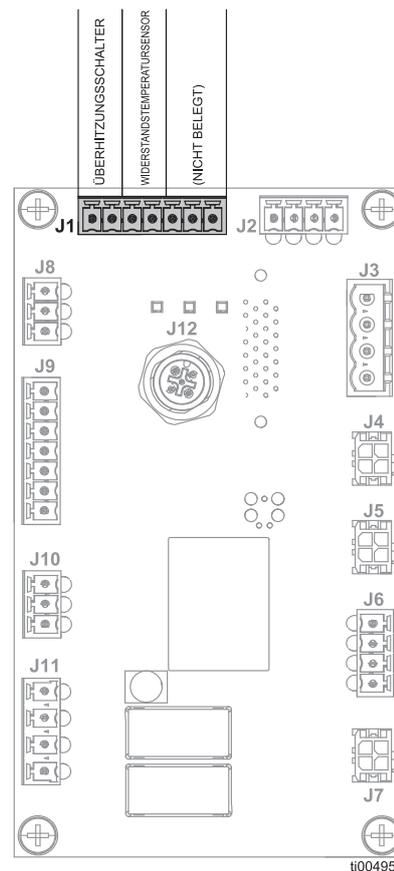

ABB. 73: Schmelzer-Steueranschlüsse (J1)
4. Einzelheiten zur Verdrahtung, siehe ABB. 73 und **Stromlaufpläne**, Seite 105.
- b. RTD-Kabel aus Schaltkasten-Tülle (210) abziehen.
- d. Neuen RTD-Sensor durch die Tülle des Schaltkastens (210) ziehen.
6. Den neuen Temperatursensor (252) in das Schmelzer einbauen.
- a. Die Halteschraube für den Temperatursensor (264) entfernen. Alten Temperatursensor (252) entfernen und entsorgen.
- b. Den neuen Temperatursensor (252) im Schmelzer installieren und mit der Halteschraube (264) befestigen. Mit 0,7-1,0 N•m (7-10 in-lb) festziehen.
7. Schmelzerabdeckung (10) am Gerät anbringen.